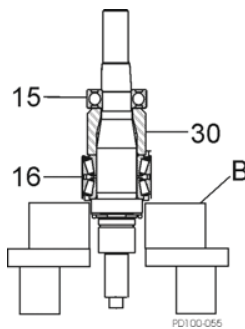

Abbildung 20 - Entfernen der Lager von der Welle
11. Verwenden Sie eine Hydraulikpresse und Klemmböcke (Abbildung 20, Pos. B), um die Lager (Pos. 15 und 16) und das Distanzstück (Pos. 30) zu entfernen.